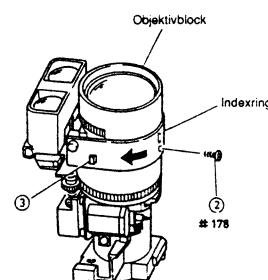
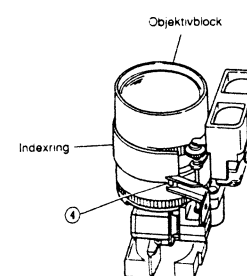

Abb. 2-106
Abb. 2-107
- 1) Den Zoom-Ring auf das Tele-Ende stellen und den Fokussiererring auf unendlich ( $\infty$ ) drehen (siehe Abb. 2-106).
- 2) Eine (1) Befestigungsschraube des Indexrings entfernen.
- 3) Den Indexring in Richtung des Pfeiles drehen und eine (1) Lasche freigeben.
- 4) Eine (1) Lasche freigeben, mit welcher der Indexring befestigt ist (siehe Abb. 2-107).